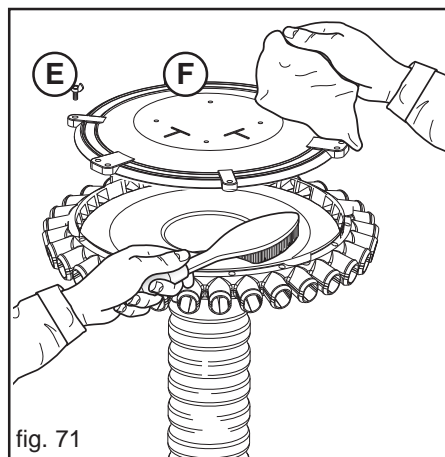
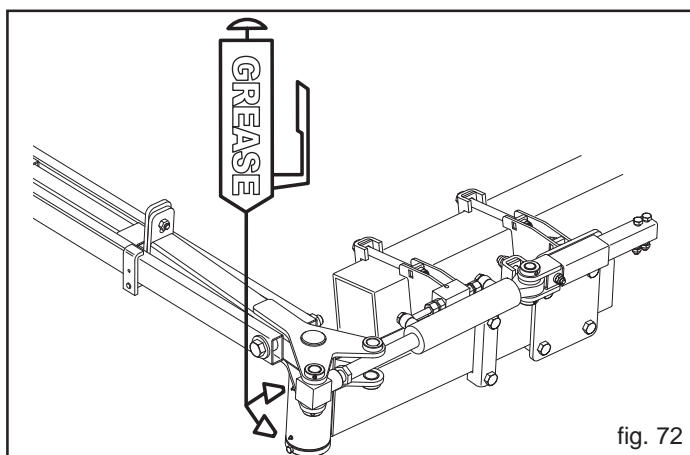

fig. 71
fig. 72
ALLE 50 ARBEITSSTUNDEN	<ul style="list-style-type: none"> - Den Dosiervorrichtungskörper vollständig und sorgfältig reinigen (siehe Kap. 3.4). - Streukopf vollständig und sorgfältig reinigen (Abb. 71): <ul style="list-style-type: none"> • Flügelmutterschrauben lösen und entfernen (E); • Deckel des Streuers abnehmen (F); • die Metallteile mit einer Bürste und die Kunststoffteile mit einem Lappen reinigen; • Deckel aufsetzen und mit den Flügelmutterschrauben festmachen. - Den Bolzen des Spurreisserarms schmieren (Abb. 72).